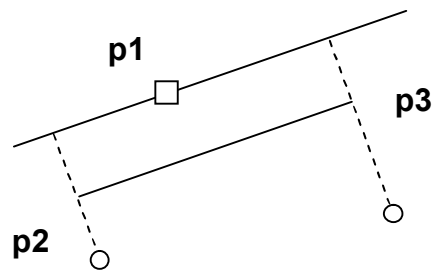

Рис. 1.9. Построение отрезка, параллельного заданной прямой
**1) параллельный отрезок.** Построения на чертеже: а) указать графическим курсором прямую (точка **p1**), которой должна быть параллельна искомая прямая; б) задать численное значение расстояния между параллельными прямыми в панели свойств окна «**Расстояние**»; в) указать графическим курсором две точки **p2** и **p3**, принадлежащим вспомогательным прямым, ограничивающим длину параллельного отрезка (рис. 1.9).